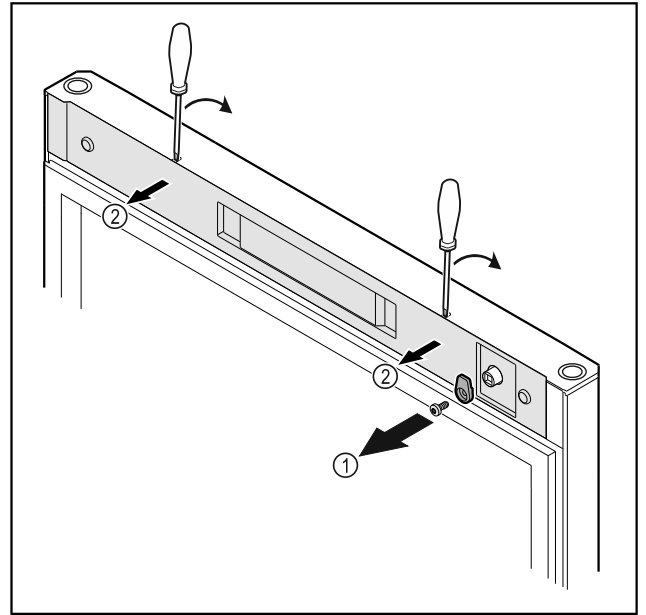

Fig. 22
- Dévisser le crochet de fermeture Fig. 22 (1).
- Décrocher le cache Fig. 22 (2) avec un petit tournevis et le retirer.